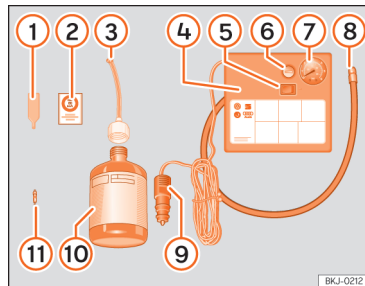

Рис. 231 Стандартний комплект: склад комплекту для ремонту шин.
»» рис. 231:
- Зніміть ковпачок і викрутіть золотник вентиля шини. Скористуйтеся інструментом >>> **рис. 231 ①** для викручування золотника. Покладіть золотник на чисту поверхню.
- Ретельно струсіть ємність із герметиком >>> **рис. 231 ⑩**.
- Вкрутіть шланг >>> **рис. 231 ③** в пляшку з герметиком. Водночас шланг проколює отвір у горловині ємності.
- Зніміть ковпачок із гнучкого шланга >>> **рис. 231 ③** і приєднайте шланг до вентиля шини.
- Вкрутіть золотник вентиля екстрактором >>> **рис. 231 ①**.
- Приєднайте шланг >>> **рис. 231 ⑧** компресора до вентиля шини.
- Переконайтеся, що гвинт для випуску повітря >>> **рис. 231 ⑥** закритий.
- Вставте штекер >>> **рис. 231 ⑨** у розетку 12 В в салоні автомобіля >>> **с. 223**.
- Увімкніть компресор вимикачем >>> **рис. 231 ⑤**.
- Наклейте наліпку >>> **рис. 231 ②** на передню панель у полі зору водія.
Приєднайте шланг >>> **рис. 231** (8) та перевірте тиск манометром (7).